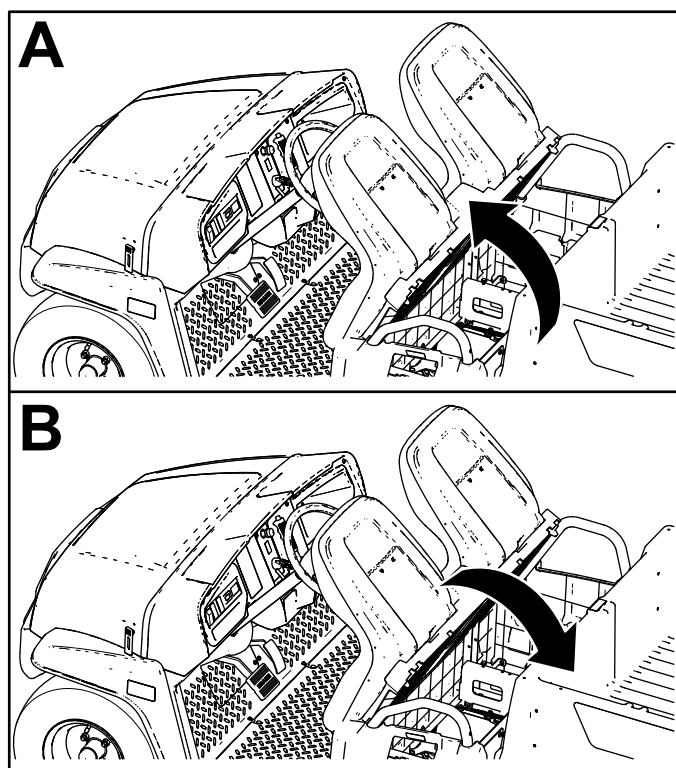

Figura 32
Para elevar el conjunto de asientos, empuje el conjunto de asientos hacia adelante hasta que descansa sobre el volante (Figura 32).
Para bajar el conjunto de asientos, empuje el conjunto hacia atrás hasta que encaje en su posición inicial (Figura 32).
1. Empuje el conjunto de asientos hacia adelante a la posición elevada (Figura 32).